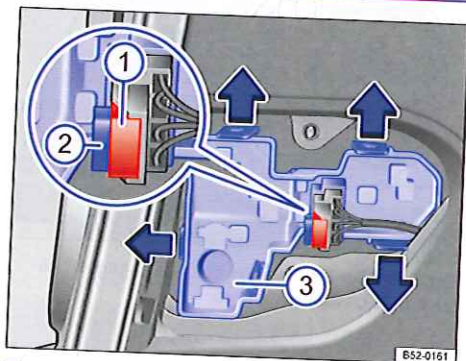

Fig. 259 Retirez le porte-ampoule intégré au hayon.
4.	Retirez le fusible ⇒ fig. 259 ①. Comprimez le verrouillage ② de la fiche de raccordement puis débranchez la fiche de raccordement.
5.	Déverrouillez les ergots de fixation du porte-ampoule ③ dans le sens de la flèche puis retirez le porte-ampoule.
8.	Branchez la fiche de raccordement sur le porte-ampoule et enfoncez le fusible ①.